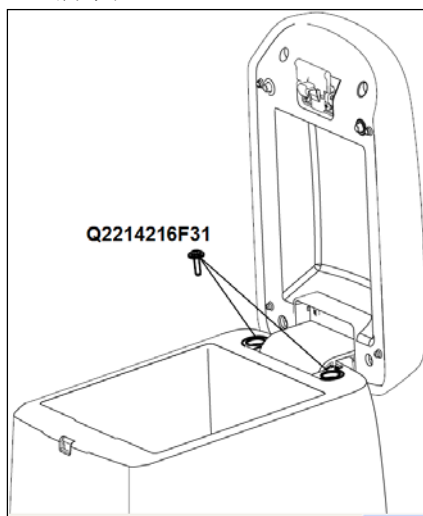

图 1.6.19 副仪表板扶手组件的拆卸
- (1) 开启扶手组件至直立状态,用十字螺丝刀依次松开固定扶手组件的两个螺钉(Q2214216F31十字槽盘头自攻螺钉和大垫圈组合件),将扶手组件整体取下。如图1.6.19所示;